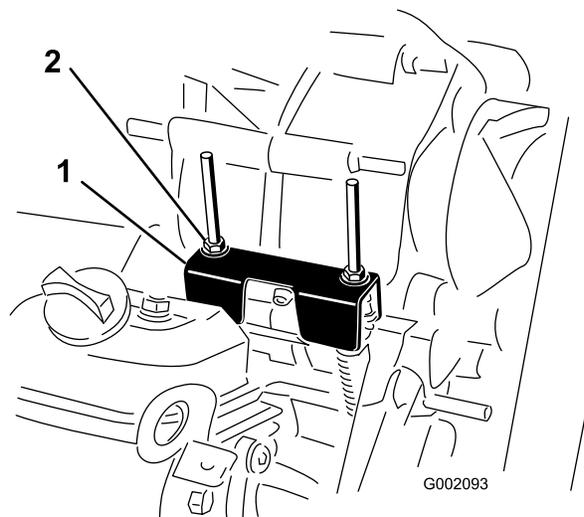

Figura 52
Durante l'esecuzione della manutenzione ordinaria e/o della diagnostica del motore, cambiate in FOLLE (Figura 52). La macchina è dotata di una posizione di FOLLE sulla leva del cambio che controlla la folle nel
2. Assicuratevi che la staffa di folle sia in posizione di FOLLE (a livello della staffa di montaggio per cavo che si trova sotto la staffa del cambio) girando la frizione della trasmissione (Figura 52).
3. Ruotate uno dei dadi di bloccaggio (Figura 52) per ottenere una distanza di 0,76–1,52 mm tra la base del dado/della rondella e la staffa di folle.